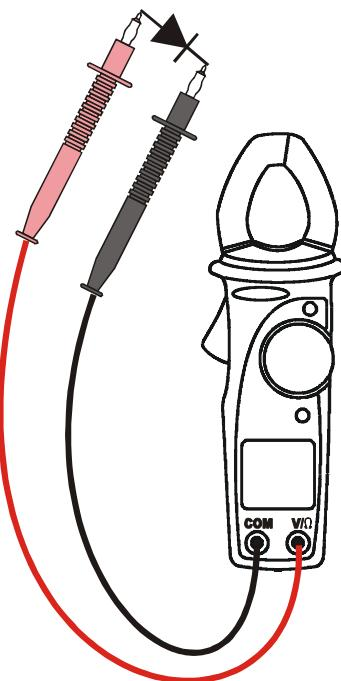

Fig. 9 Dioden Test
2. Verbinden Sie die Meßleitungen mit den Eingangsbuchsen, der rote Stecker mit der V/Ω Buchse und den schwarzen Stecker mit der COM Buchse. (s. Abb. 9).